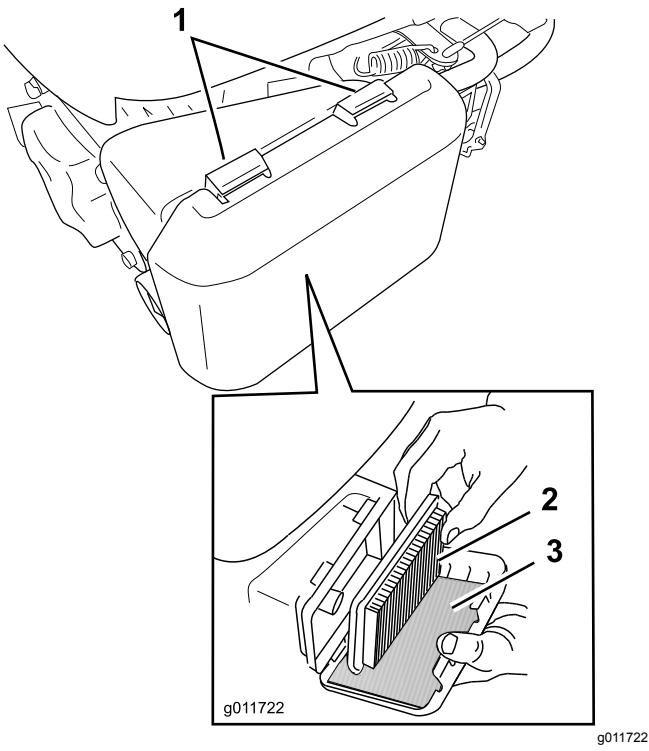

Figura 24
- Premete sulle linguette di chiusura sul coperchio del filtro dell'aria (Figura 24).
- Estraete il filtro aria di carta e il prefiltro in schiuma sintetica (Figura 24).